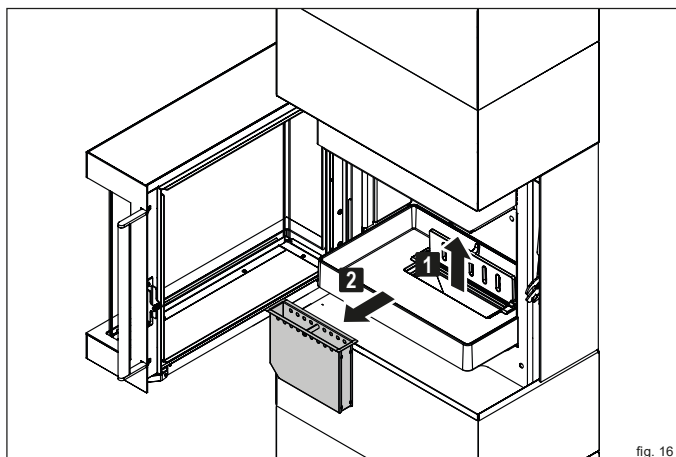

fig. 16
- ▶ **Rimuovete dal manico il cassetto cenere dall'apertura (fig. 16).**